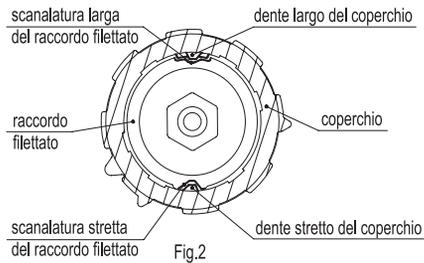

Fig.2
- Montare il coperchio sul raccordo filettato accoppiando correttamente i due denti (uno largo e uno stretto) che si trovano all'interno del coperchio, con le relative scanalature ricavate nella parte superiore del raccordo filettato (fig.2).